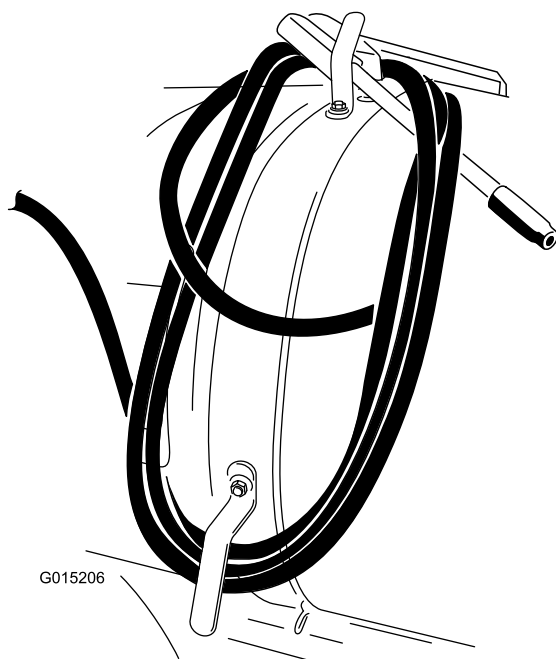

Figura 14
4. Coloque um tubo em redor dos ganchos do depósito e prenda a pistola como se mostra em Figura 14.